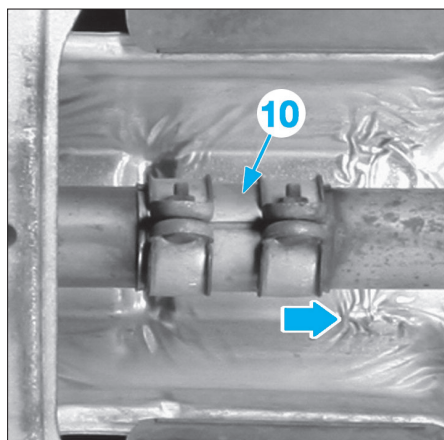

FIG. 100
- Desserrer le manchon d'échappement (10) situé au milieu de la ligne (Fig.100).